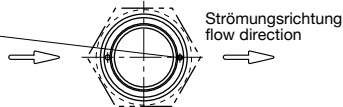

Fig. 5
- Strömungswächter FS 10...-11... mit O-Ring in den Sensoradapter TP-..., Kugelhahn BV-... oder Anschweißstutzen einstecken (siehe Fig. 5) und die Überwurfmutter festschrauben. Die Ausrichtung der Sensoren ist nach der Verschraubung der Überwurfmutter durch den Arretierstift garantiert.
- Insert the flow monitor FS 10...-11... with the O-ring into the sensor adapter TP-..., the ball valve BV-... or the welded fitting (see fig. 5) and tighten the union nut. The retention pin ensures correct alignment of the sensors after the union nut has been tightened.